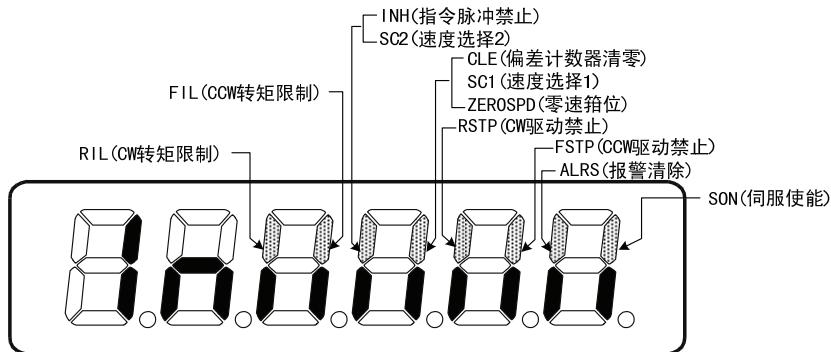
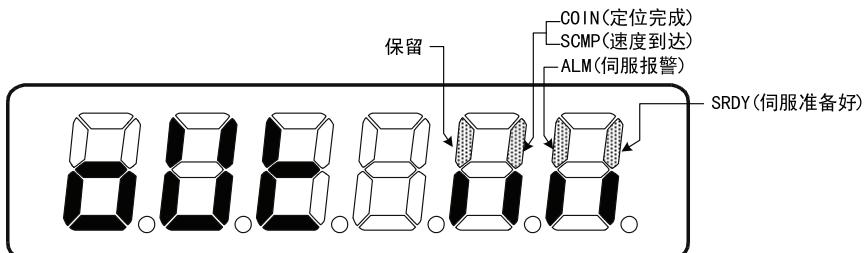
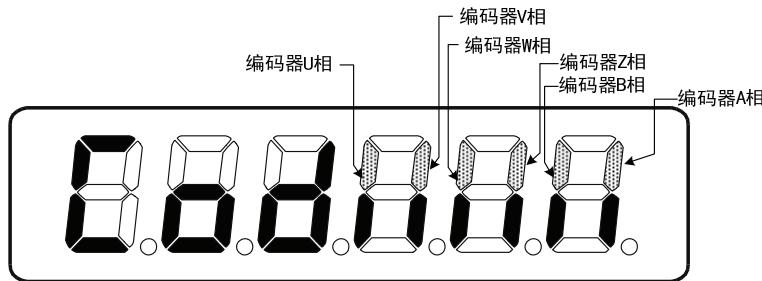

图 6.3 输入端子显示(笔划点亮表示 ON，熄灭表示 OFF)
图 6.4 输出端子显示(笔划点亮表示 ON，熄灭表示 OFF)
图 6.5 编码器信号显示(笔划点亮表示 ON, 熄灭表示 OFF)
- [注8] 输入端子显示如图 6.3 所示，输出端子显示如图 6.4 所示，编码器信号显示如图 6.5 所示。